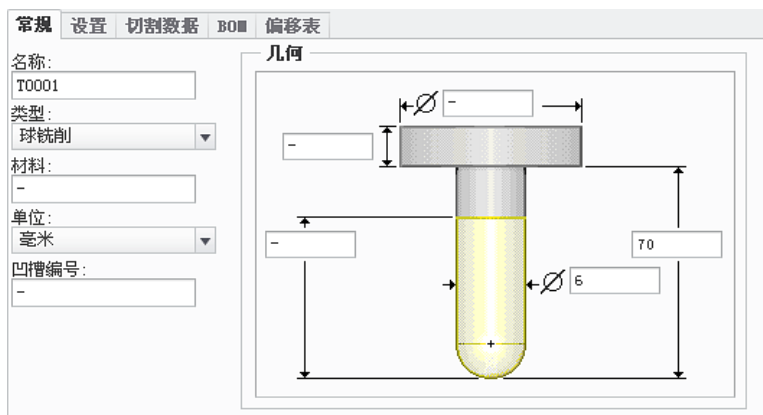

图 7.1.5 设置刀具一般参数
Step4. 在弹出的“刀具设定”对话框的**常规**选项卡中设置图 7.1.5 所示的刀具参数，设置完毕后依次单击**应用**和**确定**按钮，返回到“铣削加工中心”对话框。在“铣削加工中心”对话框中单击**✓**按钮，返回到“操作”操控板。